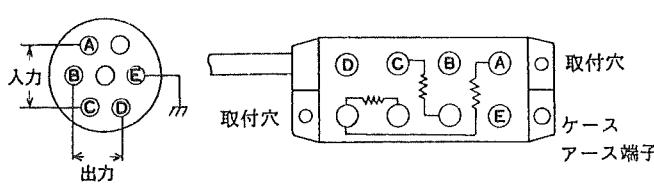

図 10
(1) 設置方法
- b) 固定する場合には図10に示す取付穴を利用してビス止めします。
(2) ブリッジボックスの結線(5370, 5373, 5379, 5380)
- a) ブリッジボックス(5370, 5373, 5379, 5380形)のコネクタの結線は、図10に示すようにピン番号A、Cがブリッジ電源の供給で、B、Dが動ひずみ測定器への入力となります。Eはコモン端子です。